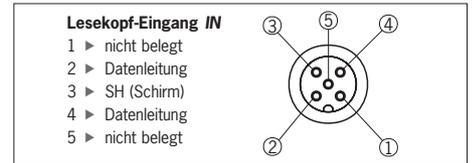

Bild 1: Buchsenbelegung (Blick auf Steckseite)
- Die VAZ-Leseköpfe an die Lesekopf-Eingänge IN (Buchse 5-polig M12) anschließen (siehe Bild 1)